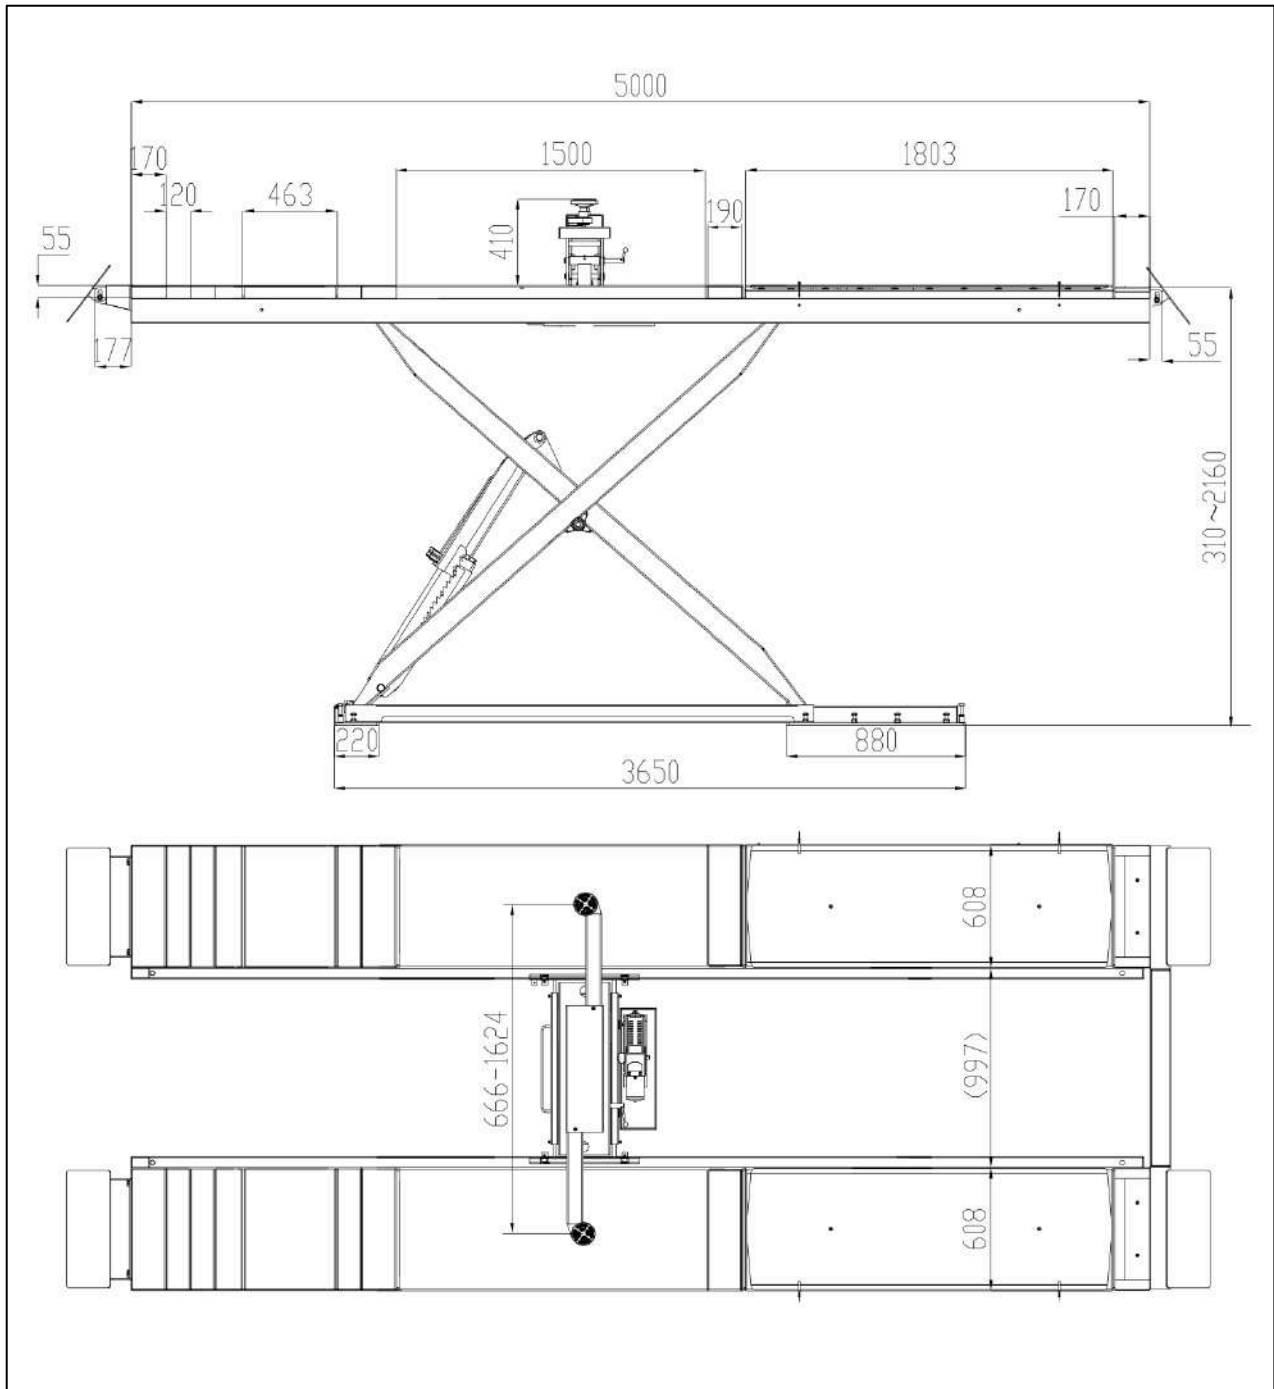
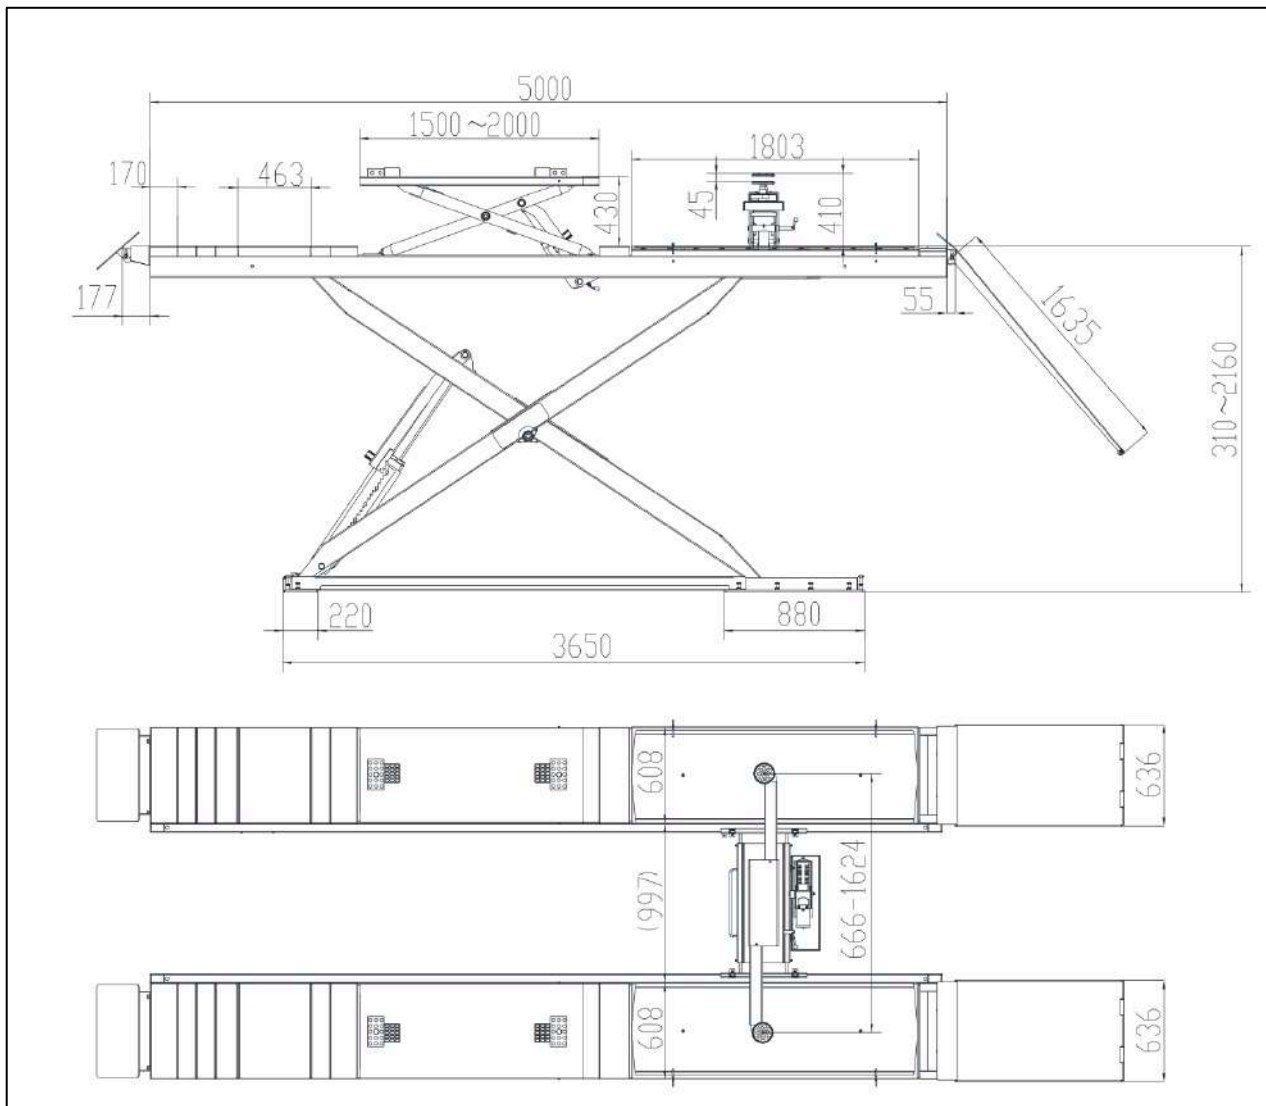

Fig. 3 - Maskinens vejledende mål ved nedsækning i gulv
Fig. 4 - Maskinens vejledende mål ved montering ovenpå gulv
1. Pak liften ud og placer den, på den ønskede position på gulvet eller i hullerne. Transporter hver enkel platform hen til montagepositionen med velegnet løfteudstyr, som eksempelvis en gaffeltruck med en minimumkapacitet på 1.600 kg. Bemærk at afstanden mellem saksene skal være som vist i fig. 3 eller 4 på side 7 og 8. Hvis du kigger på fig. 4 længere nede af siden, så kan du se at "P1" skal være den venstre sakse. På "P1" sidder refleksen til fotosensoren på siden med mulighed for montering af centerdonkraften. På "P2" sidder selve fotosensoren inderst og de kan derfor ramme hinanden.